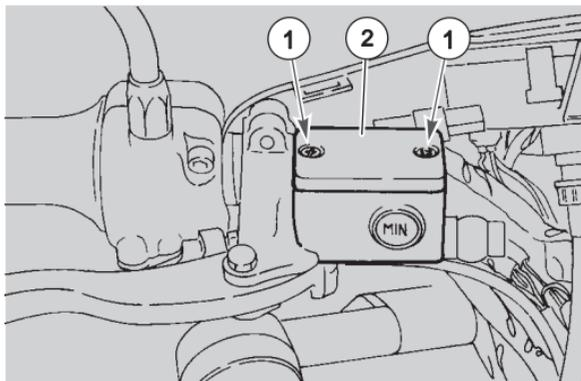

Abb. 18
- die zwei Schrauben (1-Abb. 18) herausdrehen und die die Abdeckplatte abnehmen (2-Abb. 18);
- die Abdeckplatte (2 - Abb. 18) wieder aufsetzen und die zwei Schrauben (1 - Abb. 18) festziehen;